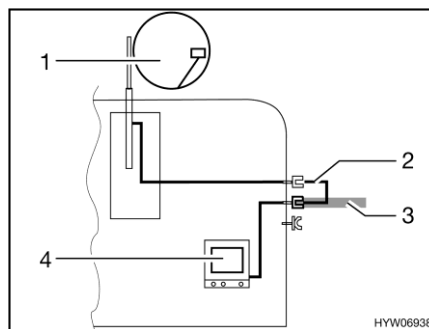

Bild 134 TV im Fahrzeug
- TV im Fahrzeug (Bild 134,4): Anschluss an Dachantenne (Bild 134,1) mit Verbindungskabel (Bild 134,2)
- TV im Fahrzeug (Bild 134,4): Anschluss an externe Antenne (Bild 134,3)